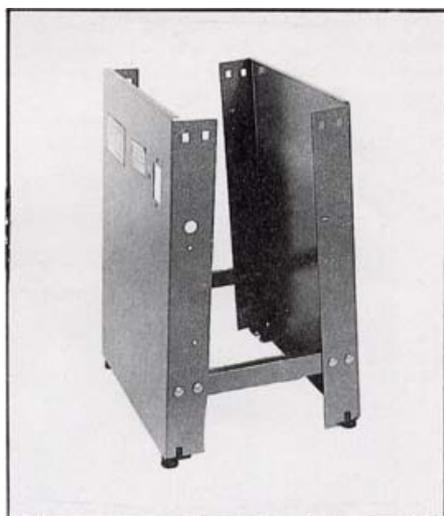
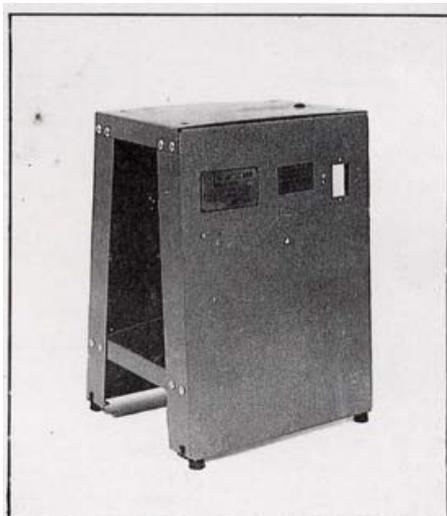

Fig.3
Fig.4
1. När du börjar montera benstativet, montera de två stativen (D) och två konsoler (E) tillsammans så som visas i Fig. 3. Skruvar och muttrar finns i ditt förpackningen. Dra inte åt skruvarna först, utan dra dem när du har slutfört enheten.
2. När du avslutat med fig.3 fortsätt till fig.4 och lägg locket (F) på stativet och dra åt alla skruvar.